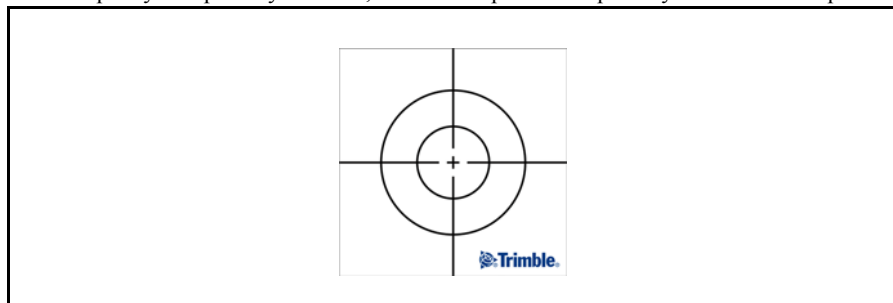

Рис. 4.18. Юстировочная цель с отражающей пленкой для безотражательного режима
1. Установите юстировочную цель на расстоянии 25–50 м, направив ее на тахеометр Trimble S3, См. рис. 4.18